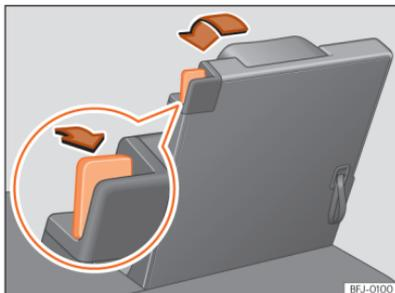

Abb. 196 Dritte Sitzreihe: Sitz in Ladebodenposition klappen.
- Gegenstände aus dem Fußraum vor und hinter dem Rücksitz entfernen » ①.
- Entriegelungshebel » (Abb. 196) ganz nach hinten ziehen, um die Sitzlehne zu entriegeln.
- Lehne von Hand nach unten führen, bis sie flach auf dem Sitzrahmen aufliegt » ①.
- Wenn sich der Sitz in Ladebodenposition befindet, dürfen auf dem Rücksitz keine Personen oder Kinder befördert werden » ①.
- Schlaufe an der Sitzlehne » (Abb. 196) ziehen, um die Lehne zurückzuklappen. **ODER:** Klappen Sie die Sitzlehne mit der Hand vom Innenraum aus zurück.
- Die rote Markierung am Entriegelungshebel » (Abb. 196) darf nicht mehr sichtbar sein.
- Eine rote Markierung an dem Entriegelungshebel »» (Abb. 196) signalisiert eine nicht eingerastete Lehne. Die rote Markierung darf im korrekt eingerasteten Zustand nicht sichtbar sein.